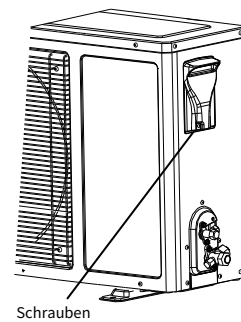

Abb.13
- Schrauben Sie den Deckel des elektronischen Geräts ab und demontieren Sie ihn (Abb.13). Demontieren Sie die Druckplatte der Drahtbefestigung.